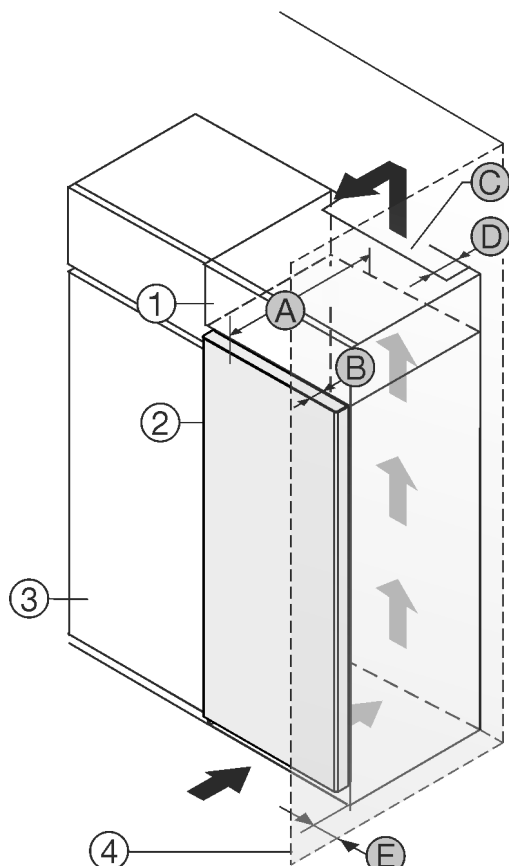

Fig. 1
Uređaj se može postaviti direktno uz kuhinjski element Fig. 1 (3).*
Postavite uređaj na udaljenosti od 5 cm između uređaja i kuhinjskog elementa Fig. 1 (3).*
Na stražnjoj strani visećeg ormara treba postojati otvor za odzračivanje dubine Fig. 1 (D) po cijeloj širini visećeg ormara.*
Ispod stropa prostorije treba poštovati ventilacijski presjek Fig. 1 (C).*
Kada se uređaj postavlja s okovima pored zida Fig. 1 (4), razmak između uređaja i zida mora iznositi najmanje 40 mm. To odgovara stajanju ručice kod otvorenih vrata.*